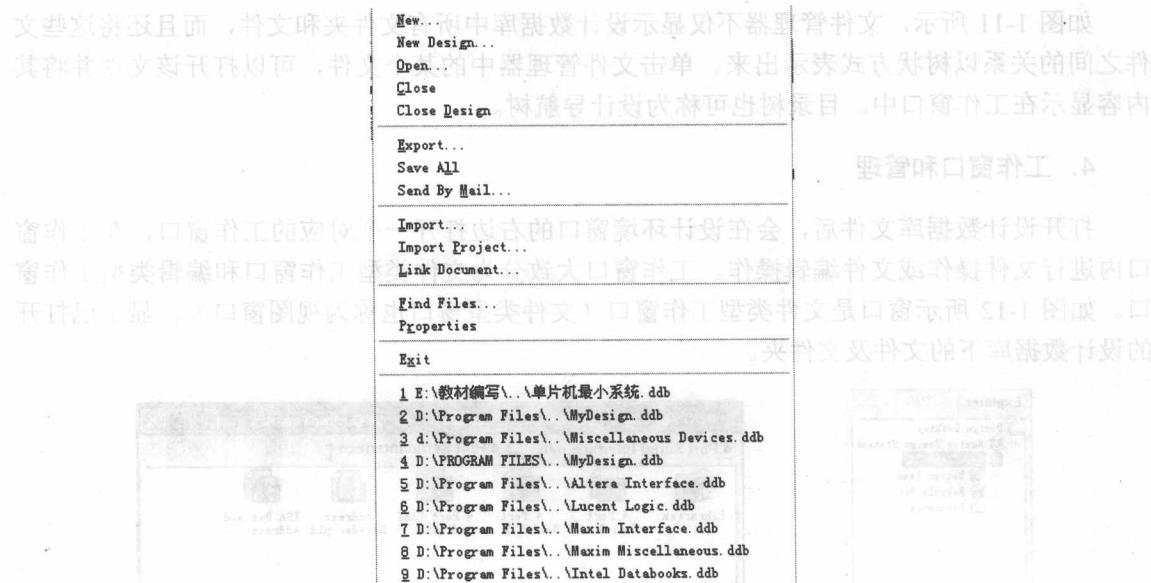

图 1-9 File 菜单
(1) File 菜单：如图 1-9 所示，主要命令包括文件或设计数据库的新建、打开、关闭和保存；文件的导入、导出、链接、查找和查看属性等。主要功能将在后面章节中详细介绍。
如图 1-9 所示，系统提供两种状态栏，分别称为状态栏和命令状态栏。状态栏用来显示当前光标的坐标位置；命令栏显示当前正在执行的命令名称及其状态。